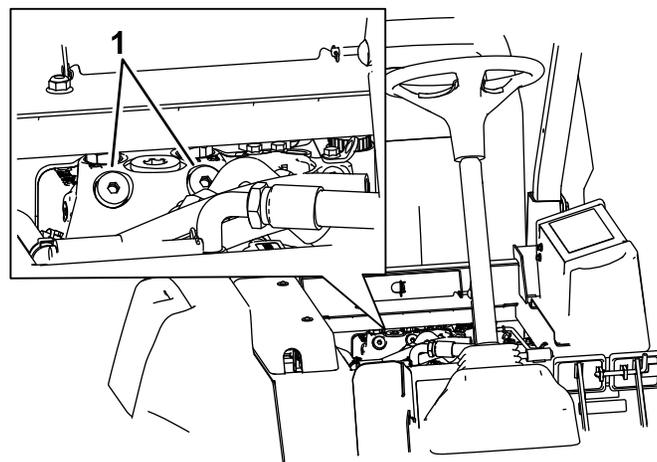

図 70
1. 運転席を倒して燃料タンク前部の下にあるバイパスバルブを見つける **図 70**。